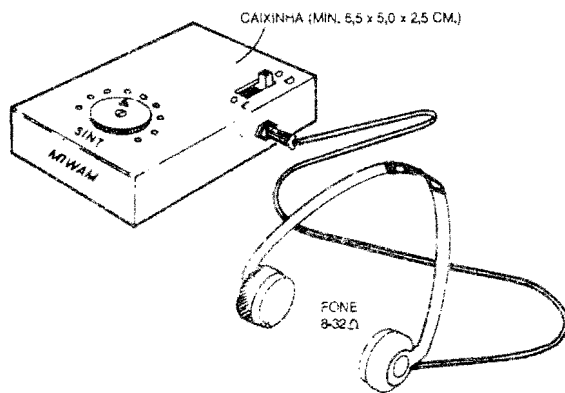

Fig.6
- FIG. 6 - A CAIXA E O ACABAMENTO... - A figura mostra uma sugestão para o acabamento externo do MIWAM, a partir do container plástico cujas dimensões foram indicadas em OPCIONAIS/DIVERSOS da LISTA DE PEÇAS... Obviamente que as posições relativas do interruptor, knob do variável de sintonia e mesmo do jaque de Saída para os fones, são um tanto “flexíveis”, podendo variar em função de “onde está o quê”, lá dentro... Falando em “lá dentro”, lem-